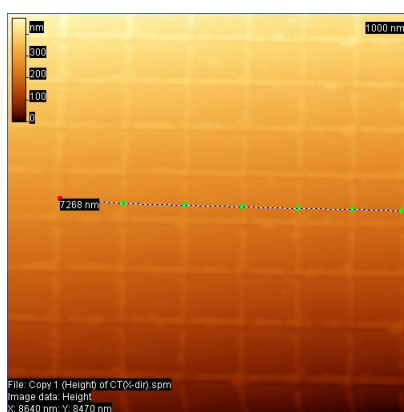

Рис. 3.58. Изображение калибровочной решетки с отмеченными точками.
- На изображении калибровочного образца последовательно с помощью ломаной отметьте узловые точки расстояние между которыми известно (рис. 3.58)